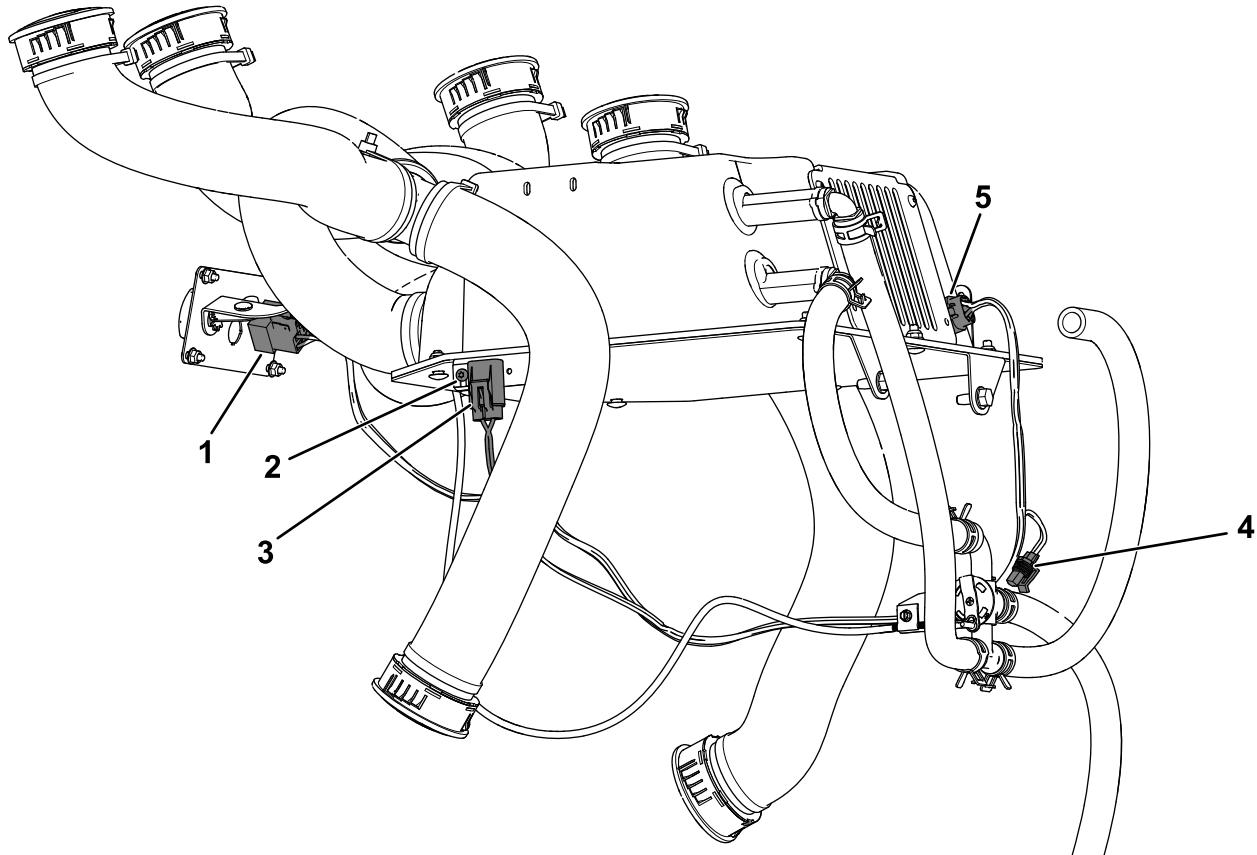

Figura 23
1. Montate il coperchio del fusibile (fornito con il cablaggio del kit) sul lato sinistro della scatola del riscaldatore con il bullone a testa conica (n. 10-24 x $\frac{3}{8}$ "") come illustrato nella Figura 23.
2. Disponete il cablaggio del kit come illustrato nella Figura 23.